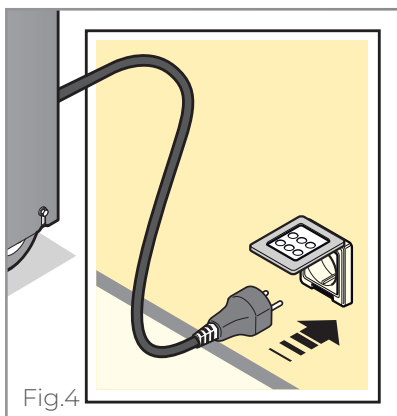

Fig.4
► **Fig.4** Encienda el equipo insertando su enchufe en la toma prevista para ello.